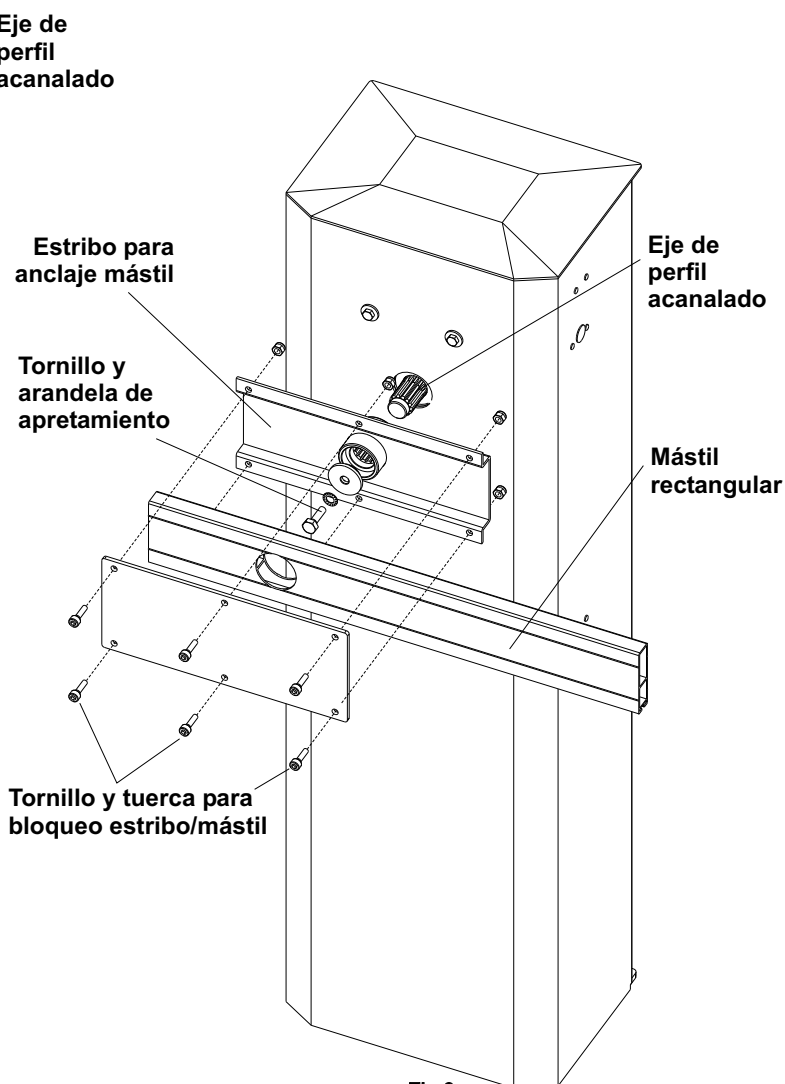

Fig.8
- Insertar el sta sobre el estribo con la goma hacia la parte en cierre y fijarla con los tornillos, las arandelas y los dados provistos (fig.8).